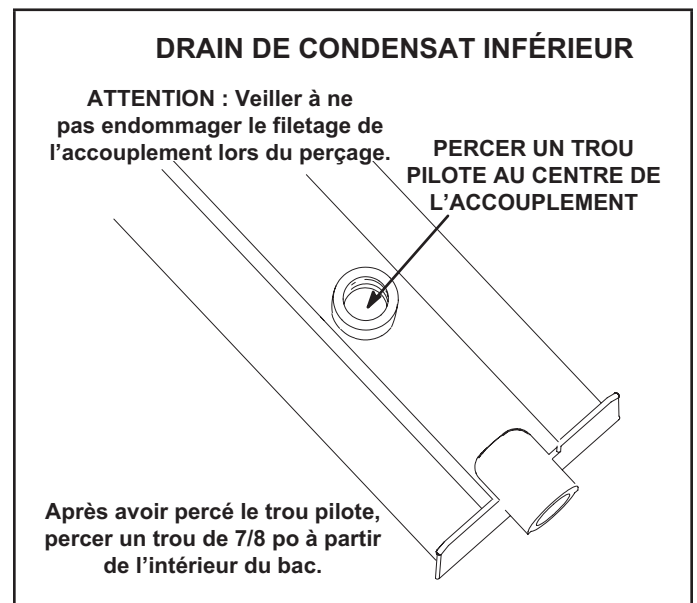

FIGURE 7
- 5 - Retourner le bac de drainage et percer un avant-trou à travers le fond du bac de drainage au centre du raccord. Voir FIGURE 7.